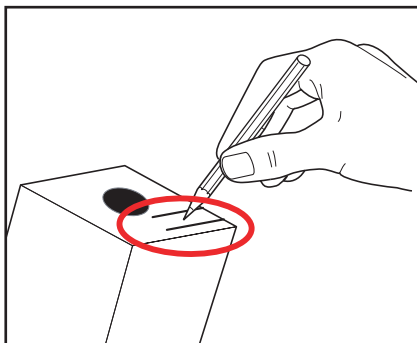

Abb. 4
6. Befolgen Sie die Anweisungen auf der Produkt-Packung. Schreiben Sie mindestens das Verfalldatum auf die Produkt-Packung. (Abb. 4)